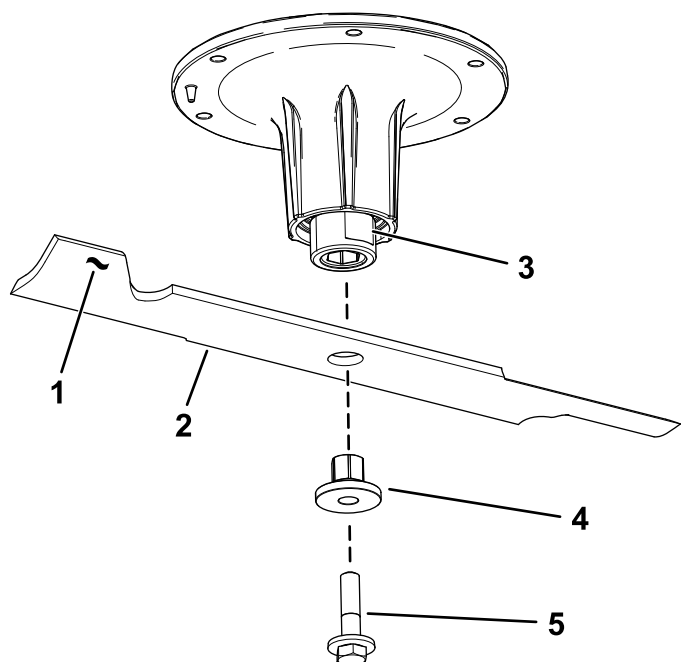

Figura 81
2. Rimuovete il bullone della lama, la boccola e la lama dall'albero del fusello (**Figura 81**).